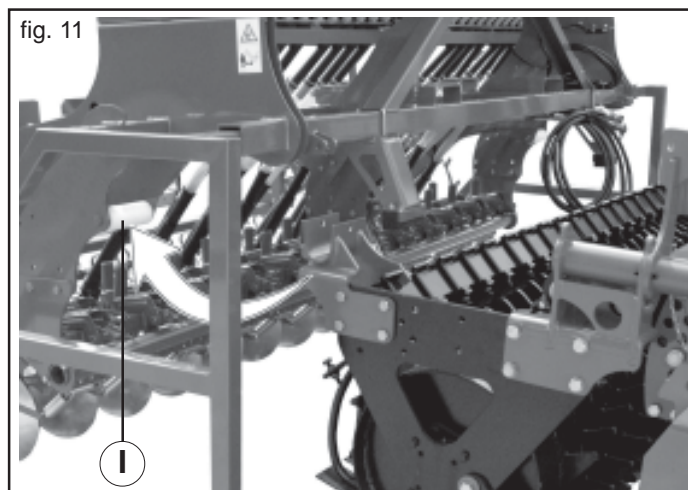
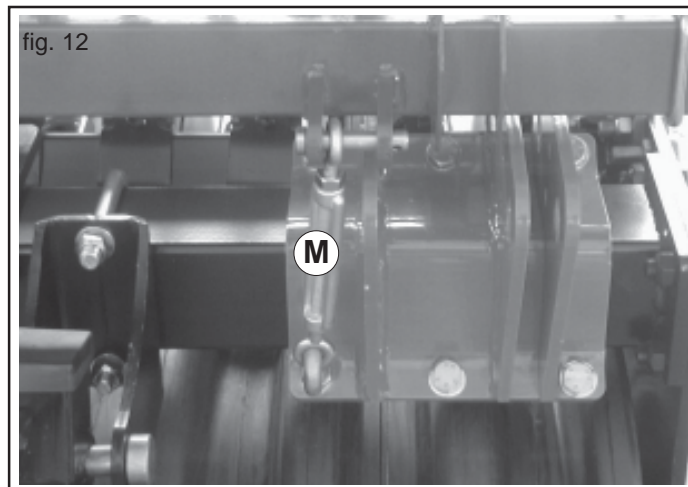
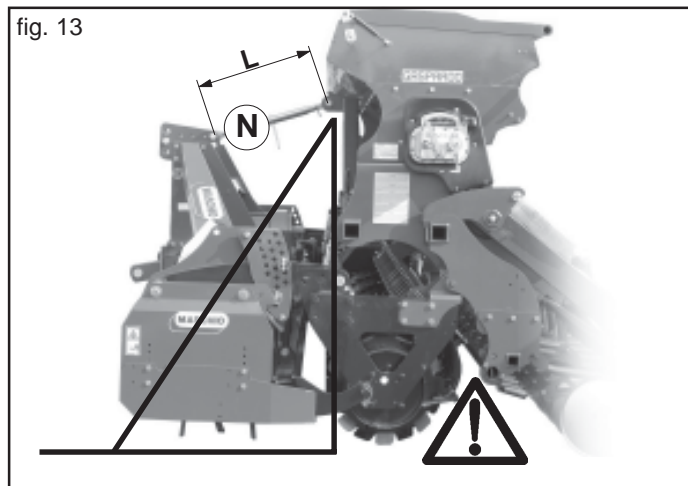

fig. 11
fig. 12
fig. 13
- 3) S'approcher avec le tracteur au semoire, en jouant sur le dispositif de levage, accrocher l'équipement dans les points prédisposés (I, Fig. 11). Vérifier qu'il ne soit aucune interférence entre les organes mécaniques des deux machines. Contrôler particulièrement la partie entre le rouleau postérieur et les bras des socs (Fig. 13).
- 5) Accrocher les tringles (M, Fig. 12) entre semoir et rouleau; régler les deux pour arranger l'équipement perpendiculairement au terrain (Fig. 13).
- 6) Accrocher le tringle supérieur (N, Fig. 13) entre le semoir et la herse rotative, en réglant la longueur (L) selon le rouleau postérieur utilisé:
- 3) S'approcher avec le tracteur au semoie, en jouant sur le dispositif de levage, accrocher l'équipement dans les points prédisposés (I, Fig. 11).
Vérifier qu'il ne soit aucune interférence entre les organes mécaniques des deux machines. Contrôler particulièrement la partie entre le rouleau postérieur et les bras des socs (Fig. 13).
- 6) Accrocher le tringle supérieur (N, Fig. 13) entre le semoir et la herse rotative, en réglant la longueur (L) selon le rouleau postérieur utilisé: rouleau Ø 600 - L = 720 mm.